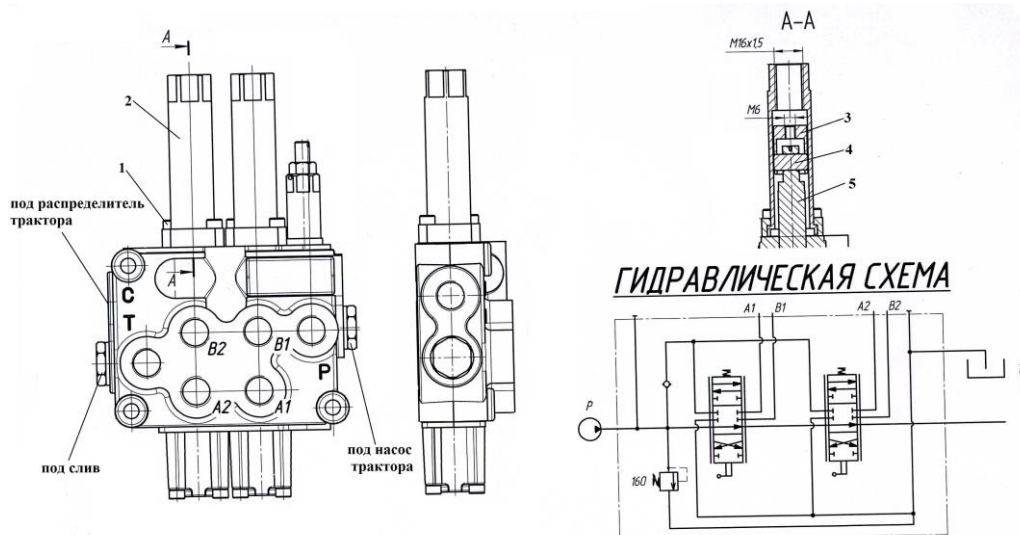
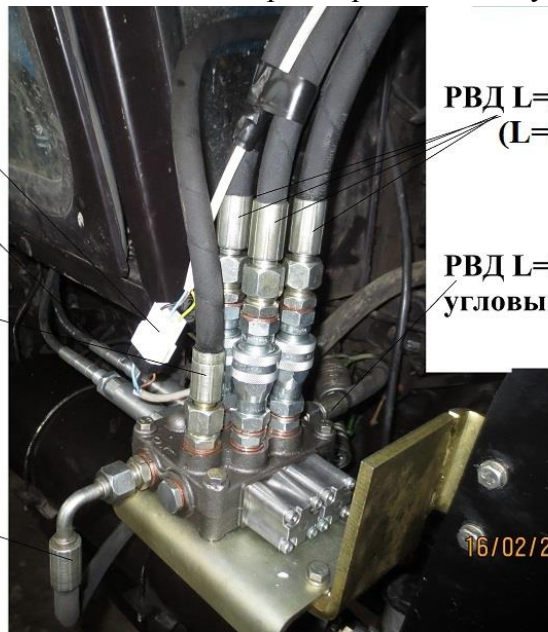

Рисунок 19 – Гидрораспределитель
Рисунок 20 – Подсоединение РВД к гидрораспределителю
У гидрораспределителя (см. рис. 19) отвинтить два винта поз. 1, накрутить второй конец кожуха троса на направляющую распределителя по резьбе. Освободить промежуточную втулку поз. 3 от штифта поз. 4 и накрутить на резьбовой конец троса. Законтрить гайкой. Одеть промежуточную втулку поз. 3 на золотник распределителя поз.
У распределителя переставить заглушку «Р» с бокового отверстия на соответствующее верхнее отверстие. (см. рис. 19). В отверстия «Р», «С» и «Т» вкрутить штуцера 3/8\* с прокладками (из комплекта). На отверстия А1, В1, А2, В2 установить БРС (муфты разрывные) с прокладками (из комплекта) (см. рис. 18, рис. 20).
Под кабиной трактора отсоединить штатный рукав трактора от масляного насоса и прикрутить на его место рукав длиной 0,7м (с одним угловым фитингом) через переходник ПБМ 800.60.010, другой конец рукава подсоединить к распределителю вывода «Р». (см. рис.20) К освободившемуся штатному рукаву трактора присоединить через штуцер переходной M24x1,5 на M20x1,5 рукав длиной 0,8м (с одним угловым фитингом), другой конец которого подсоединить к распределителю вывода «С». Соединить штуцер «Т» со сливным баком трактора рукавом длиной 1,2м через переходной штуцер M24x1,5 на M20x1,5, предварительно выкрутив пробку (см. рис. 20). Четыре рукава длиной 3,4 м по правой стороне рамы погрузчика (проходят в полости рамы от трубопроводов на поперечной трубе) подсоединить с распределителем через БРС, штуцера 3/8\* и прокладок строго по порталам (см. рис.19, 20 и приложение В.1, В.2)
**ВНИМАНИЕ!** Рукава L=3,4 м -2 шт. (помечены краской) от дивертора строго подсоединяем с соответствующими порталами гидрораспределителя (рис.19) А1 и В1, рукава L=3,4 – 2 шт. от трубопроводов подсоединяем с порталами А2 и В2.